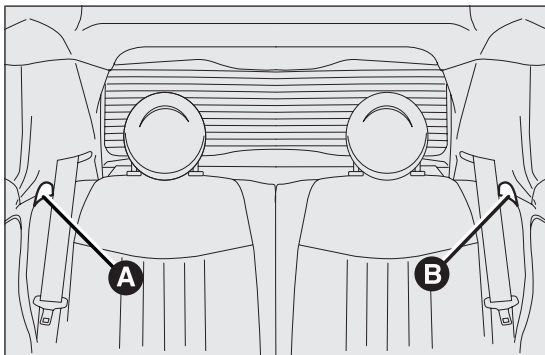

РИС. 58
- воздействовать на рычажок А РИС. 58 или В, чтобы разблокировать соответственно левую или правую половину спинки и сложить ее на подушку сиденья.
- воздействовать на рычажок А РИС. 58 и В для разблокировки спинок и складывания их на подушку сиденья.